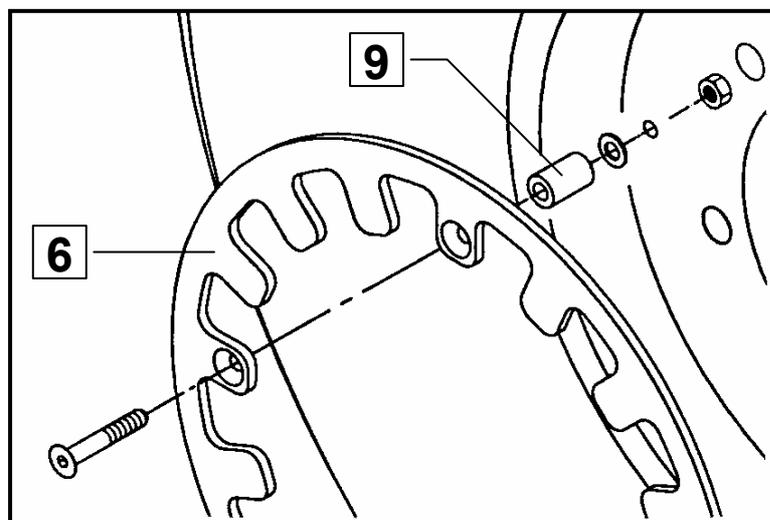

Рис. 5
- Привинтить зубчатое кольцо с внутренней стороны колеса и при этом разместить распорные втулки (9) между кольцом и ободом. Проверьте при этом, чтобы зубчатое кольцо было расположено точно параллельно к поверхности обода (рис.5).